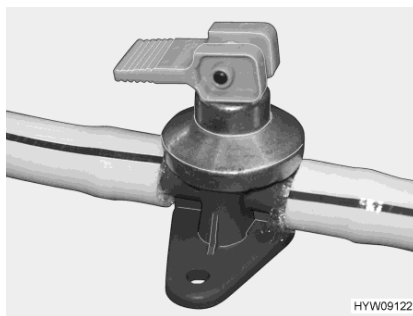
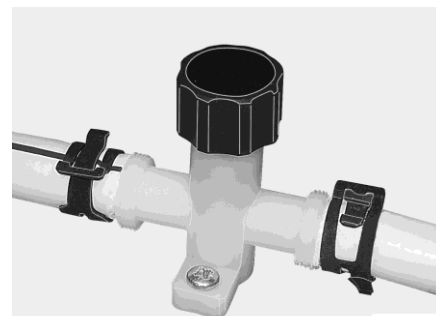

Fig. 98 Llave de desagüe (caldera)
Fig. 99 Llave de desagüe (tubería de agua)
- Cerrar todas las llaves de desagüe (Fig. 98 ó bien Fig. 99). Para ello, cerrar los capuchones girándolos en sentido de las agujas del reloj, o colocar el balancín en posición horizontal. Las llaves de desagüe están instaladas debajo de una tapa del suelo en la mitad del vehículo.